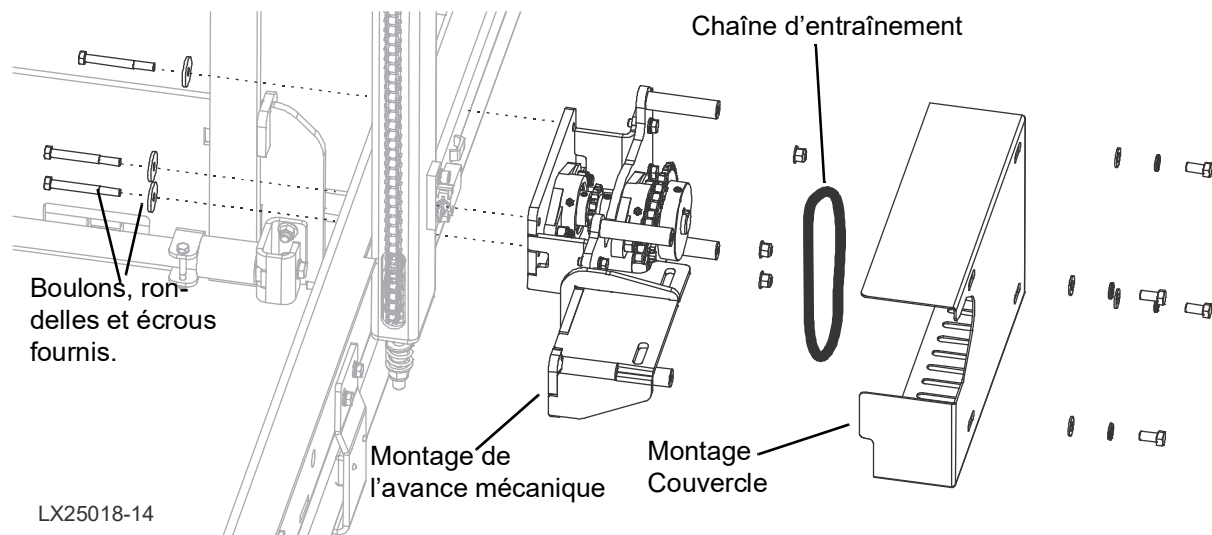

FIG. 3-16
3. Montez le support d'avance mécanique (sans le couvercle) comme indiqué sur la figure 3-16.
9. Installez le couvercle de montage. (Voir Figure 3-16.)